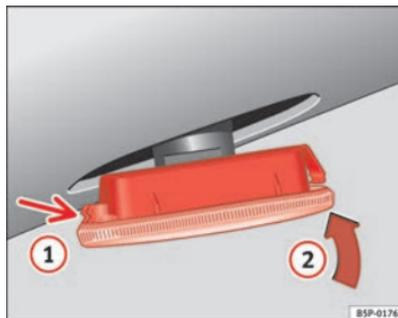

Fig. 223 Luz indicadora de mudança de direcção lateral
- Primeiro, coloque a luz indicadora de mudança de direcção no orifício da carroçaria, encaixando as patilhas ⇒ página 291, fig. 223, seta ①.
- Encaixar a lâmpada como indica a seta ② ⇒ página 291, fig. 223. ■